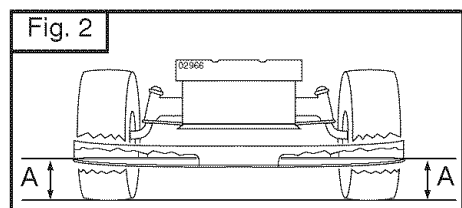

Fig. 2
3. At both sides of mower, position blade at side and measure the distance (A) from bottom edge of blade to the ground. The distance should be the same on both sides (Fig. 2).
3. Stellen Sie die Klinge an beiden Seiten des Mähers seitlich und messen Sie den Abstand (A) von der unteren Klingenkante zum Boden. Der Abstand sollte auf beiden Seiten gleich sein (Fig. 2).
3. Des deux côtés de la tondeuse, placez la lame sur le côté et mesurez la distance (A) entre le bas de la lame et le sol. La distance doit être la même des deux côtés (Fig. 2).
3. En los dos lados del cortacésped, colocar la hoja y medir la distancia (A) desde el borde del fondo de la hoja hasta el suelo. La distancia tendría que ser la misma en los dos lados (Fig. 2).
3. Su entrambi i lati del rasaerba, posizionare la lama di lato e misurare la distanza (A) intercorrente dal bordo inferiore della lama a terra. La distanza deve essere uguale su entrambi i lati (Fig. 2).
3. Plaats aan beide zijden van de maaier het mes aan de zijkant en meet de afstand (A) van de onderste rand van het mes tot de grond. De afstand moet aan beide zijden hetzelfde zijn (Fig. 2).